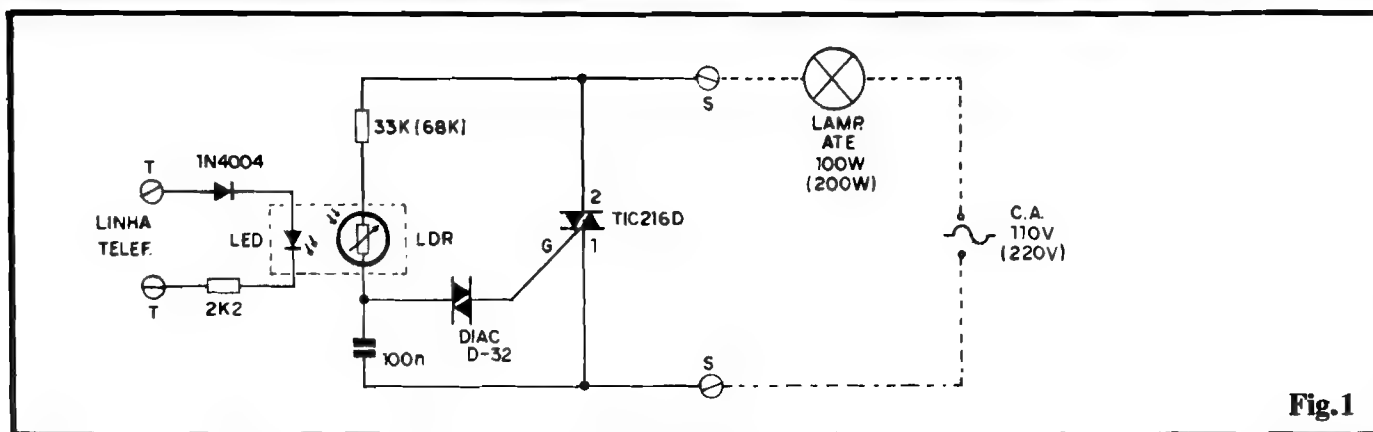

Fig.1
- FIG. 1 - DIAGRAMA ESQUEMÁTICO DO CIRCUITO - Nada poderia ser mais simples... Em essência, todo o arranjo não passa de uma chave opto-eletrônica de Potência que, promovendo uma absoluta isolamento entre a linha telefônica (e usando um "pouquinho" da energia desta, presente nos momentos em que soa o sinal de chamada...) e a rede local de C.A., permite acionar um dispositivo de alta energia, tipicamente uma lâmpada convencional, de filamento, tendo como "ga-